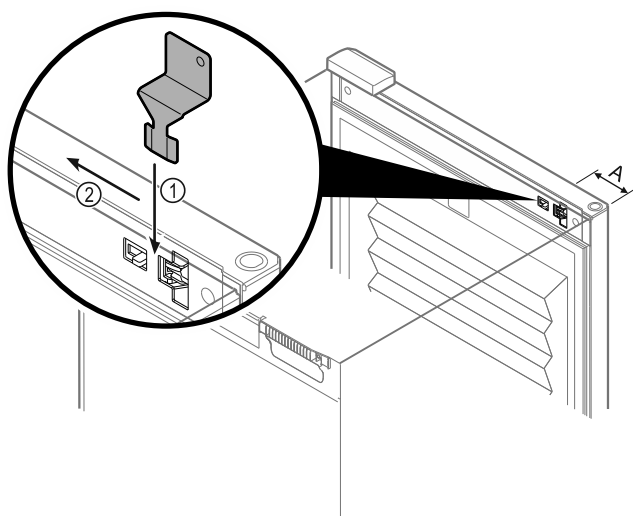

Fig. 204
- Posizionare la chiave di sblocco di emergenza nel punto specificato Fig. 204 (A) ≈ 100 mm.
- Inserire la chiave di sblocco di emergenza tra la porta e il corpo dell'apparecchiatura dall'alto fino all'arresto Fig. 204 (1).
- Tirare la chiave di sblocco di emergenza verso il lato della cerniera Fig. 204 (2).